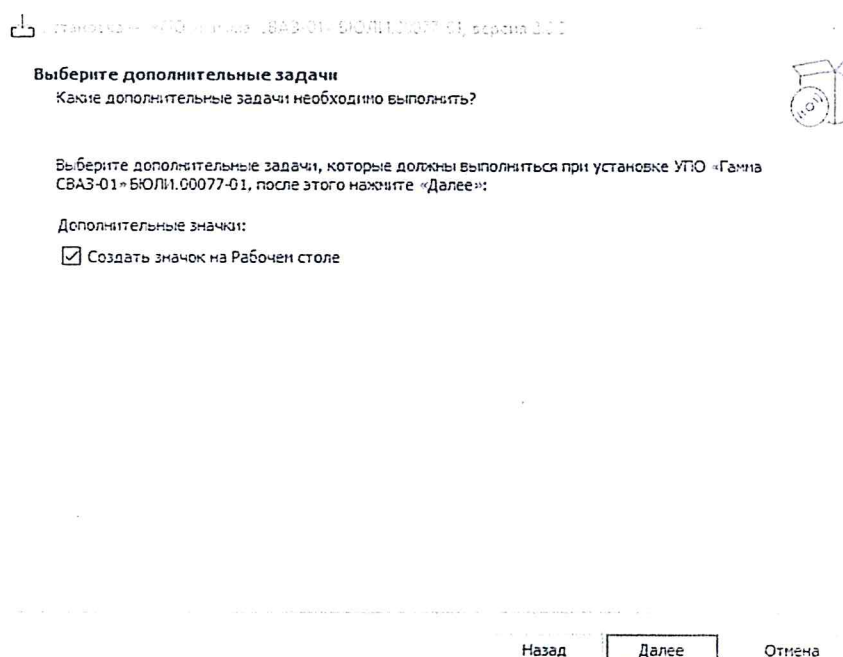

Рисунок 12 – Окно «Выбор дополнительных задач»
– в окне выбора дополнительных задач установить чек-бокс в строке «Создать значок на Рабочем столе» и нажать кнопку «Далее» (рисунок 12);